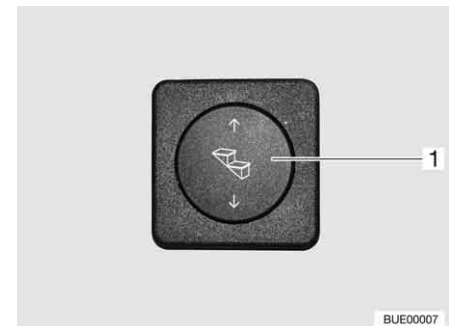

Fig. 14 Pulsante per il comando dello scalino di ingresso
- Premere in basso il pulsante basculante (Fig. 14,1) e tenerlo premuto (almeno 3 secondi), fino a che lo scalino di ingresso è stato completamente estratto.
- Premere in alto il pulsante basculante (Fig. 14,1) fino a che lo scalino di ingresso è completamente inserito.